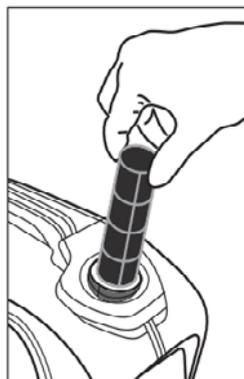

Рис. 7
- Снимите пластмассовый фильтр (рис. 7), расположенный под крышкой горловины топливного бака.